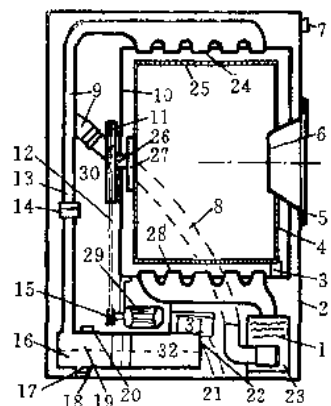

图2 改进后的干衣机结构
改进后的干衣机, 解决了一般干衣机存在的问题。其中提供了一个热空气的循环过程。并且在排气之前, 把已用过的热空气和水蒸汽渗入水中。改进后的干衣机的结构见图2, 其主要部件与一般的干衣机基本相同; 如外箱
体②, 内箱体⑩, 内桶④及其驱动装置, 喷管⑮吸管⑯, 门⑤, 支承轮③等。风机安装在加热室加热元件下方。其一端是吸气端⑨, 另一端为排气口⑧。电磁阀⑮装在吸气管⑨的通道中, 并与水箱⑮相连通。另一个电磁阀⑮则装在通道所形成的吸气歧管⑮中, 但其安装位置应先于前一个电磁阀, 且电磁阀⑮和⑮互不干涉地配置, 即其中一个处于打开状态, 另一个则处于关闭状态。吸气歧管⑮的一端与风机的吸气端⑨相接通, 如图2的虚线所示, 水箱⑮的一个孔由孔盖⑮关闭, 其目的是加入一些清洁水, 以保持适当的水平面, 如图2虚线所示。